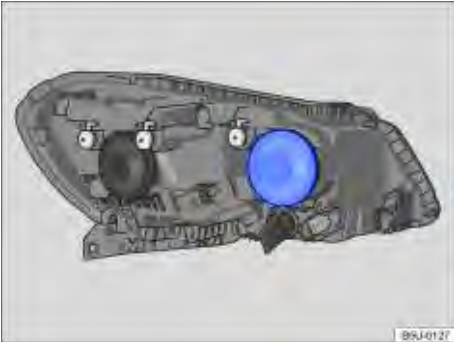

Fig. 179 No compartimento do motor: localização da lâmpada incandescente do farol alto / longo alcance e luz de posição.
| 3. | Remover a cobertura de borracha na parte traseira do farol ⇒ Fig. 179. |
3.	Remover a cobertura de borracha na parte traseira do farol ⇒ Fig. 179.